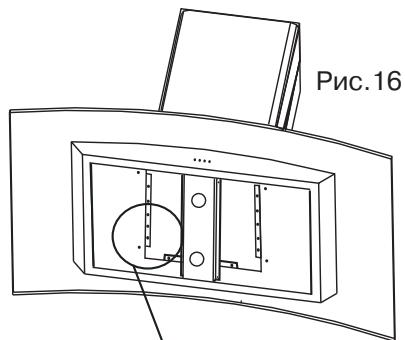

Рис.16
8. Поднимите нижнюю часть корпуса вытяжки. Заведите крючки (см. рис.15), находящиеся на нижней части корпуса, в прорези на моторном блоке вытяжки. Прикрепите нижнюю часть вытяжки к моторному блоку вытяжки (см. рис.16). Произведите соединение соответствующих электрических разъемов нижней части корпуса и моторного блока вытяжки.